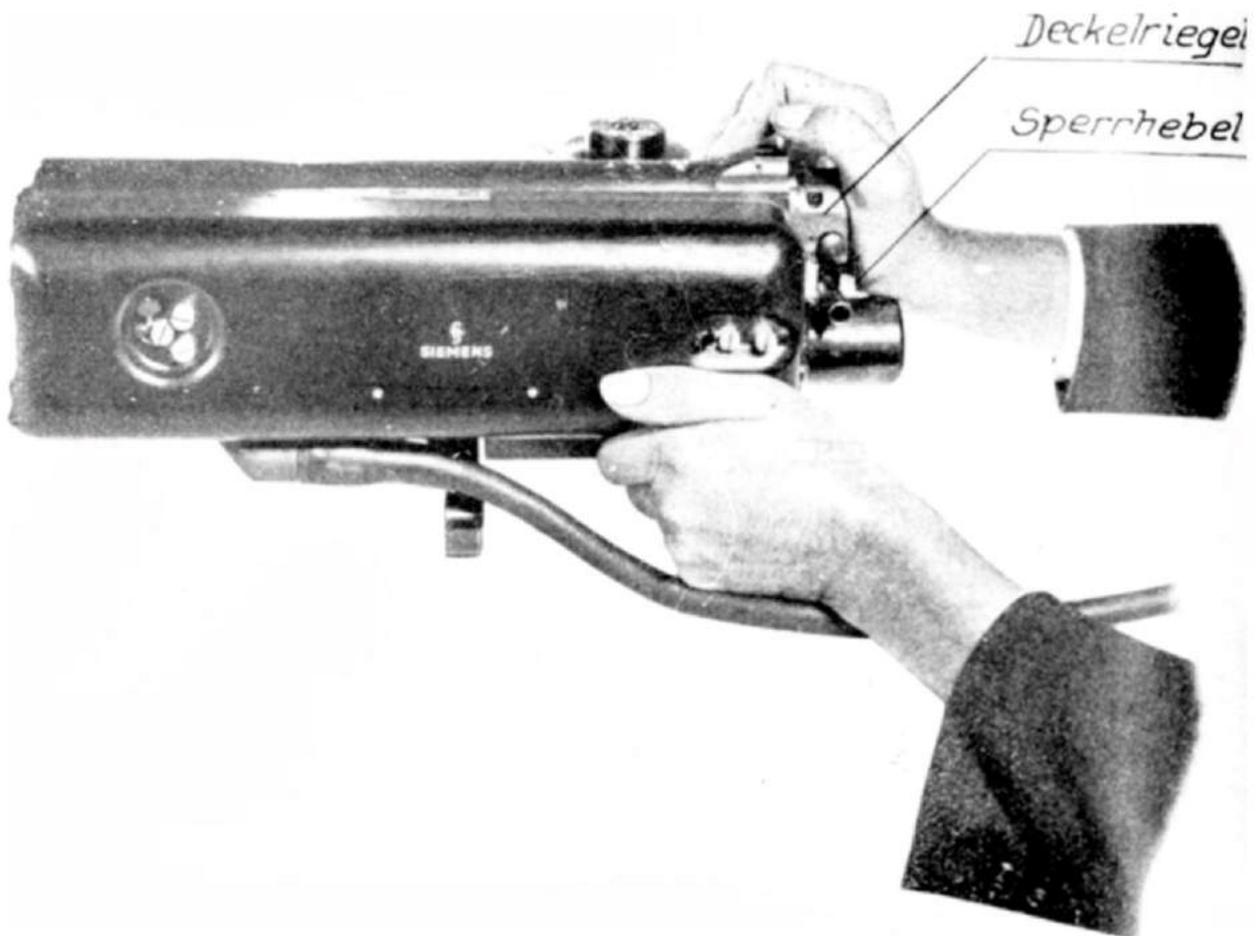

Abb. 53: Öffnen des Deckels
2. Abnehmen und Aufsetzen des Deckels (Abb. 53 und 54)